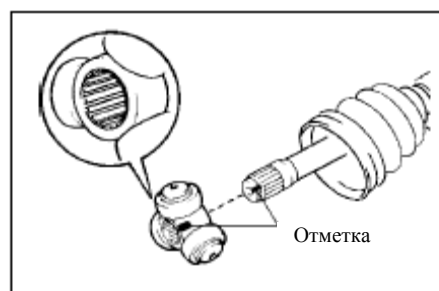

Рис. 139
- (1) Установите на вал новые запасные части в следующей последовательности:
- (2) Расположив детали в соответствии с метками взаимного расположения, установите трипод на вал(рис. 139).
- (3) Напрессуйте трипод на вал с помощью латунного бруска и молотка